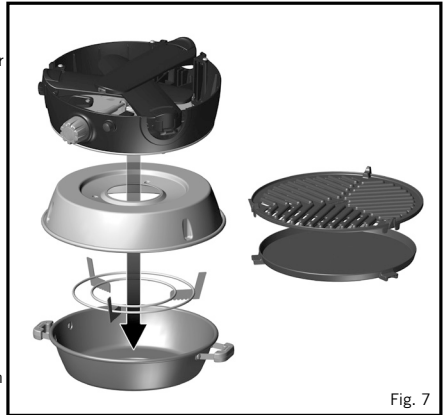

Fig. 7
- Vik locket över påsen och dra ihop blixtlåset. (Fig. 7)